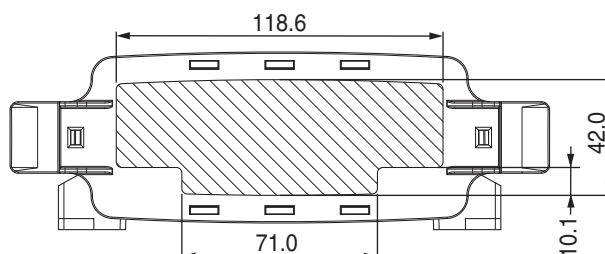

Figure 14 Zone de montage disponible pour les connecteurs sur l'ECS-P...B
La plaque frontale ECS-P...B permet de disposer les connecteurs selon les besoins spécifiques du client, dans une zone déterminée de la plaque. La position et le nombre de connecteurs pouvant être disposés sur le ECS-P...B (GY) sont limités à la zone indiquée sur la Figure 14.